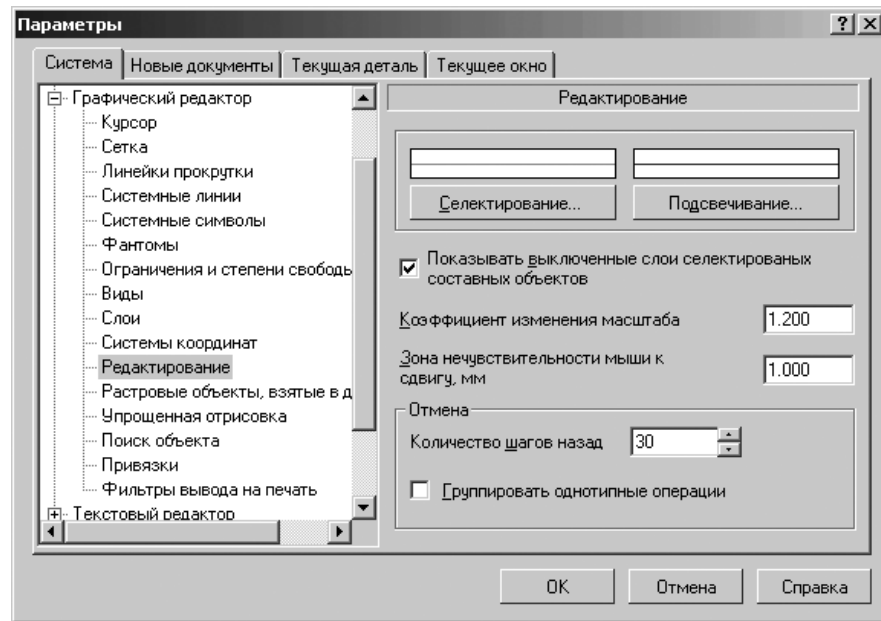

Рис. 9.29. Диалоговое окно **Параметры** с открытой вкладкой **Система** и открытой панелью **Редактирование**
- щелкните по пункту **Редактирование**. Откроется в правой части диалогового окна панель **Редактирование** (рис. 9.29);